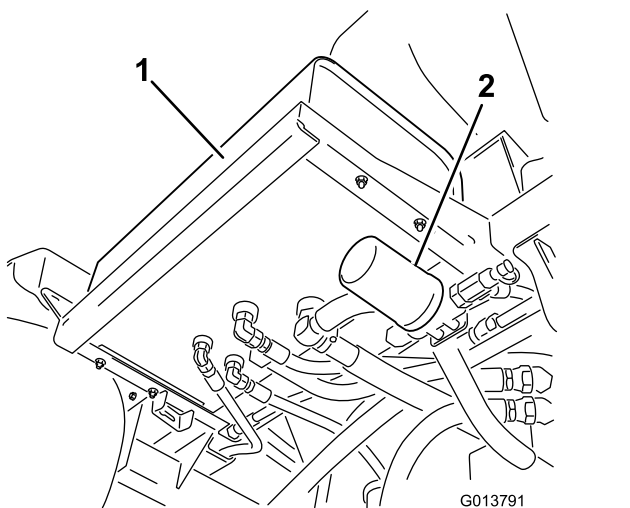
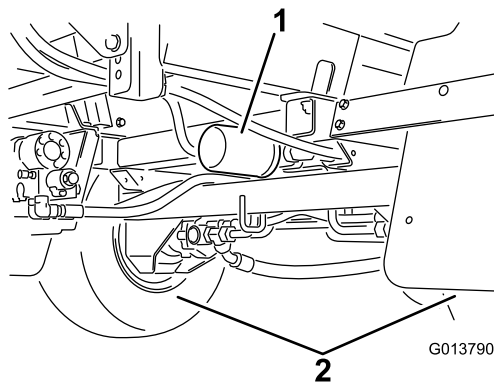

图 100
图 101
- 找到机器上的两个液压油过滤器 图 100 和 图 101。